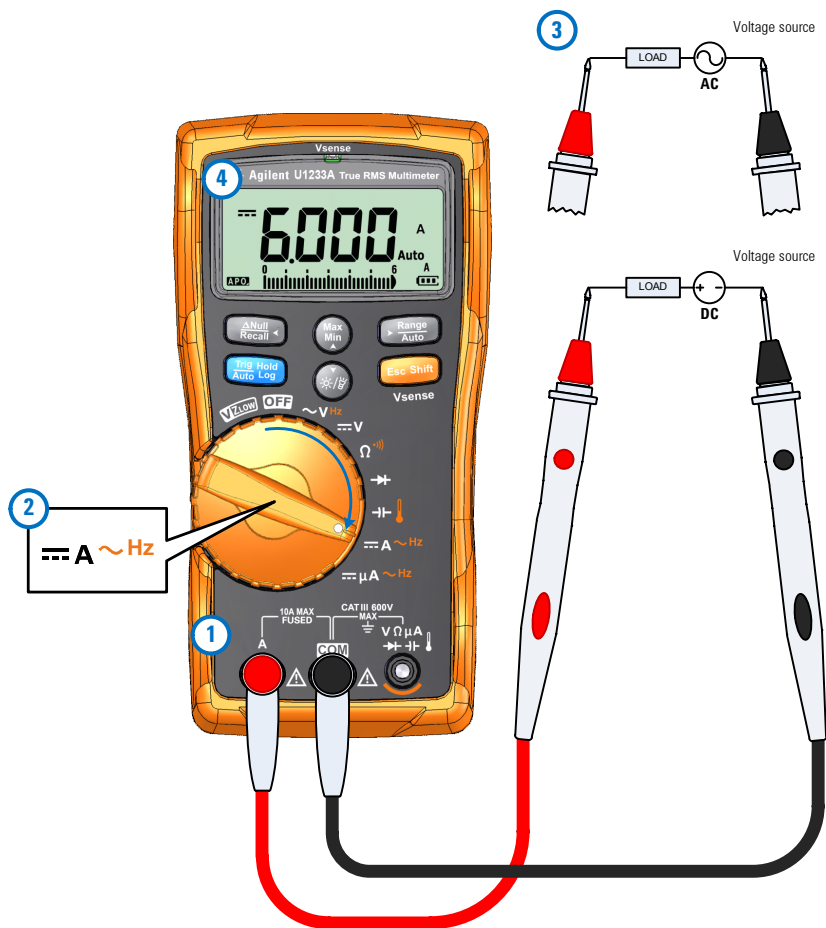
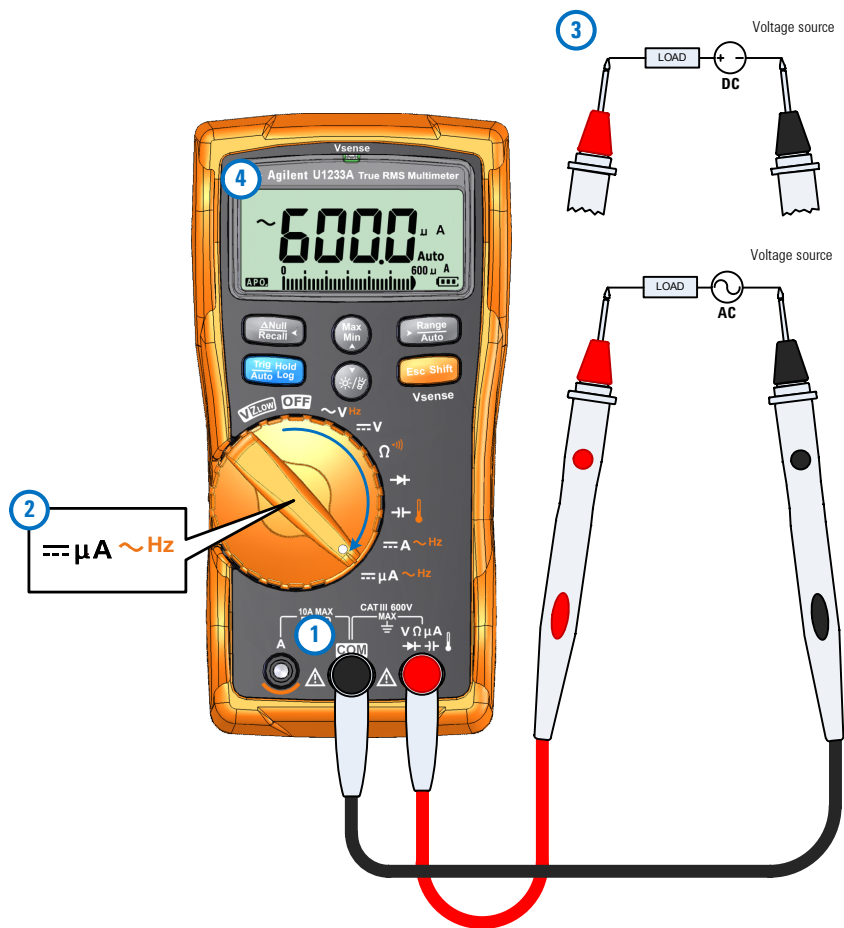

Figure 2-24 Mesure du courant continu/alternatif (jusqu'à 1'A)
Figure 2-25 Mesure du courant alternatif/continu (jusqu'au μ A)
Configurez votre multimètre pour qu'il mesure le courant alternatif ou continu, comme illustré sur la Figure 2-24 et la Figure 2-25. Sondez les points de test et lisez l'affichage.
- 1 Configurez votre multimètre pour qu'il prenne des mesures μA comme illustré sur la Figure 2-25.